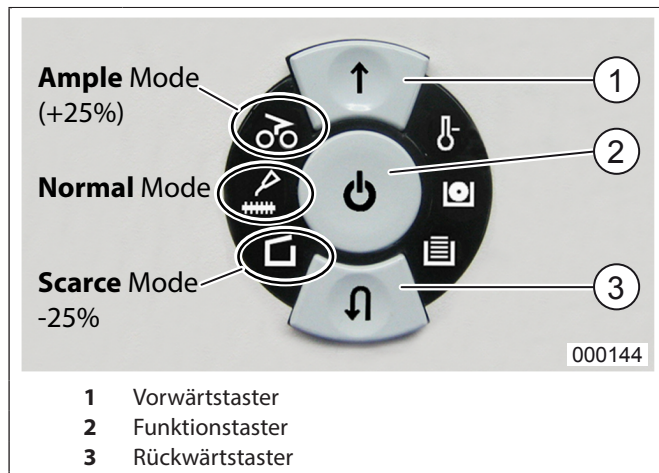

Abb. 5 Ändern der Ölfördermenge
3. Gleichzeitig Vorwärtstaster (Abb.5/1) und Rückwärtstaster (Abb. 5/3) drücken und halten.
4. Zusätzlich den Funktionstaster (Abb.5/2) drücken und wieder loslassen.
6. Vorwärtstaster (Abb.5/1) **zweimal** drücken.
7. Funktionstaster (Abb.5/2) so oft drücken, bis die gewünschte Stufe der Ölfördermenge leuchtet.
Wenn Sie mit der Zerkleinerung fortfahren wollen, schalten Sie die Maschine wieder ein: Funktionstaster (Abb.5/2) kurz betätigen.